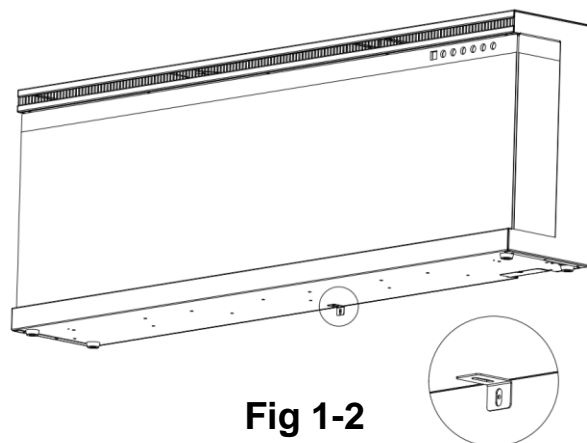

Fig 1-2
B. Bevestig met de eerder verwijderde schroef de L-beugel (J) aan de onderkant van de haard. (Fig 1-2)